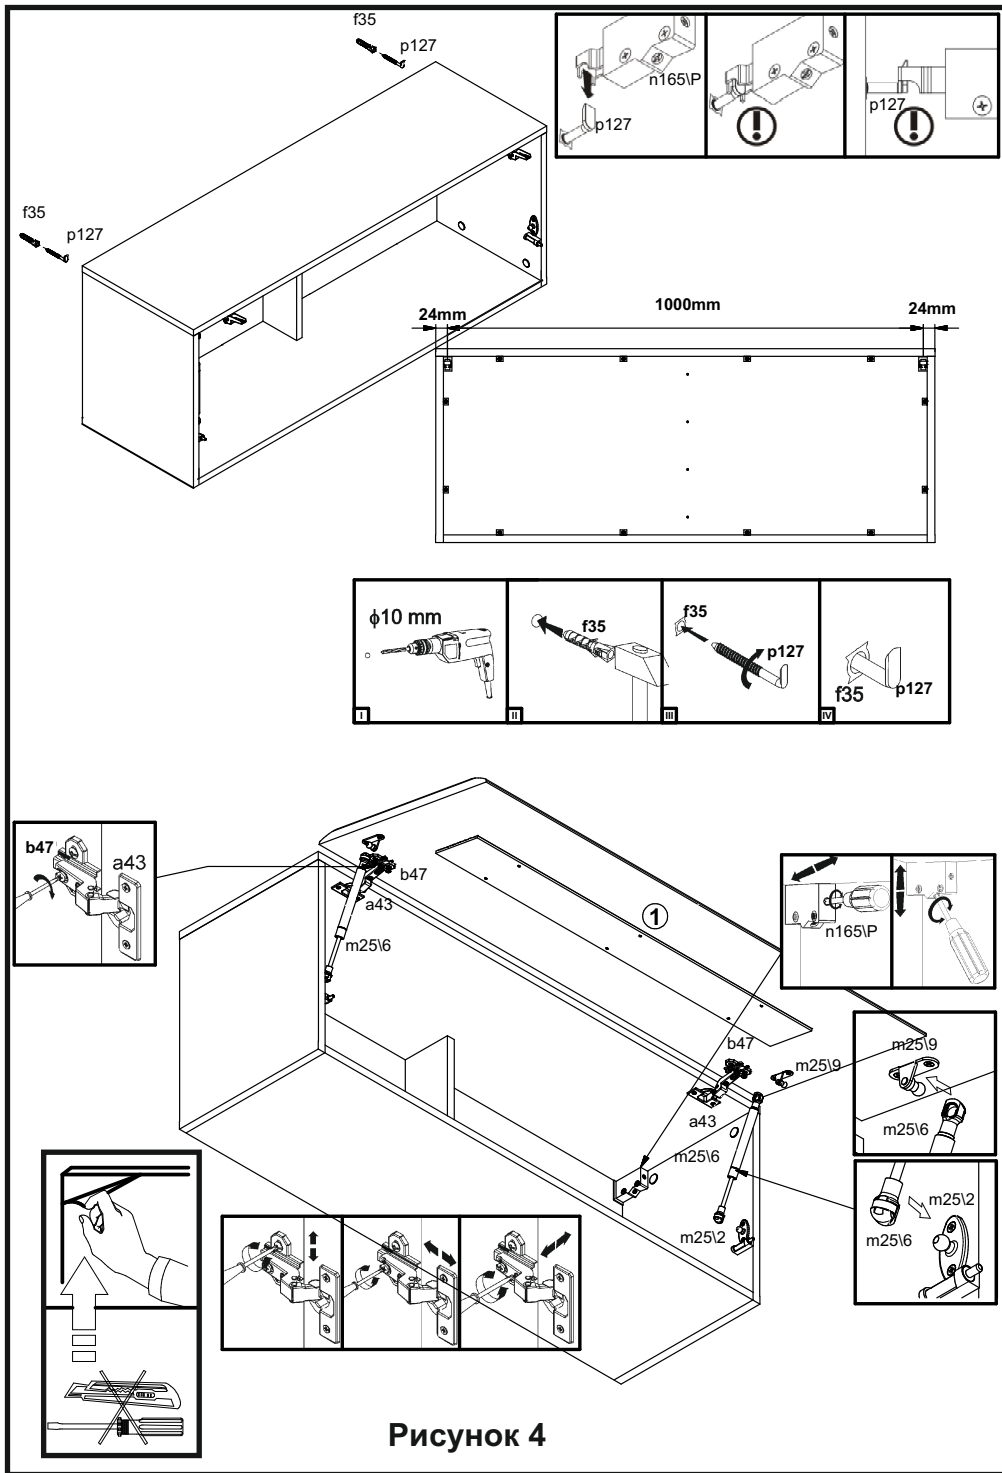

Рисунок 4
13. Для навешивания изделия на стене с помощью карандаша и линейки разметить отверстия (см. рис. 4).
14. В стене просверлить отверстия $\varnothing 10$ мм (см. рис. 4).
15. Вбить в отверстия в стене пластмассовые дюбеля **f35** и вкрутить крючки **p127** (см.рис. 4).
16. Навесить изделие на крючки **p127**. При необходимости отрегулировать положение изделия с помощью отвертки (см. рис. 4).
20. Навесить дверь **1** на корпус изделия, совместив петли шарнирные **a43** с ответными планками петель **b47**. При необходимости отрегулировать положение двери вращая регулировочные винты (см.рис. 4).
21. Соединить элементы кронштейна двери **m25l2, m25l6, m25l9** (см.рис. 4).